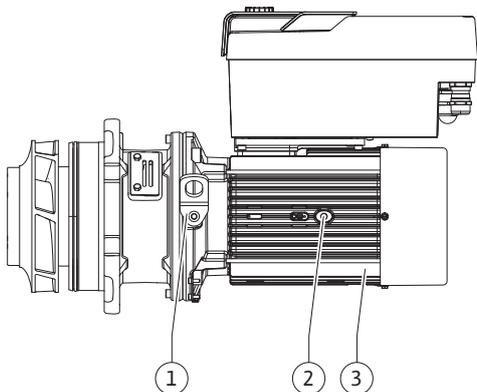

Fig. 100: Einstecksatz
9. Einstecksatz (Fig. 100) durch Lösen der Flanschschrauben (Fig. I, Pos. 29) vom Pumpengehäuse abnehmen.
16. Einstecksatz (siehe Fig. 100) in das Pumpengehäuse in der alten oder einer anderen gewünschten winkligen Lage einführen. Dabei zulässige Einbaulagen der Komponenten beachten (siehe Kapitel „Zulässige Einbaulagen und Änderung der Komponentenanzordnung vor der Installation“ [► 21]).